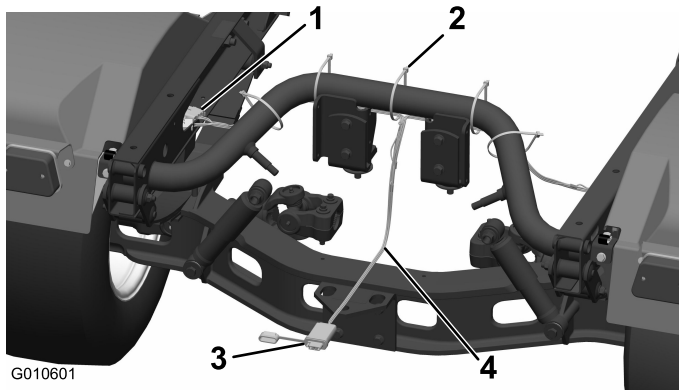

Figura 1
3. Tienda el arnés de cables desde el enganche del remolque hasta el tubo trasero del bastidor. Luego, separe las dos secciones del arnés, llevando cada sección por la parte inferior del tubo trasero del bastidor hasta los orificios de los largueros laterales del bastidor, según se muestra en Figura 1.
6. Usando los 5 sujetacables, sujete el arnés de cables de las luces de remolque al tubo trasero, en los lugares indicados en Figura 1.